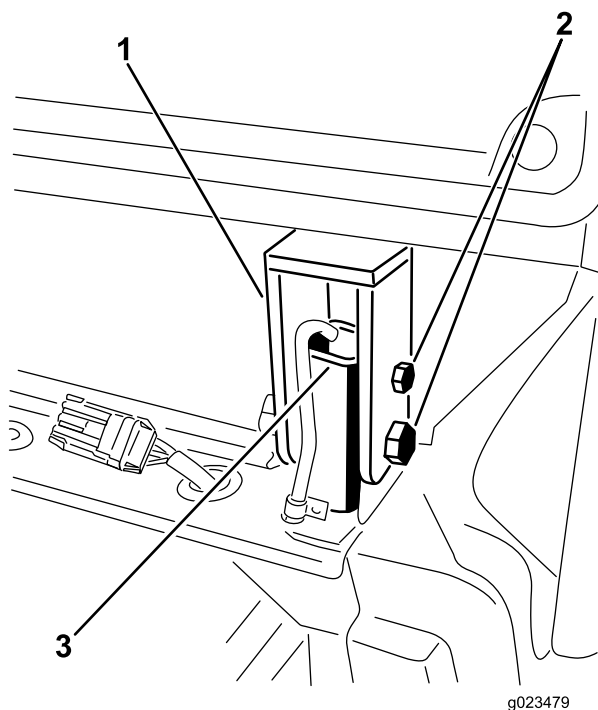

Figura 26
14. Apriete los pernos y las tuercas que sujetan los montajes traseros de la cabina a los postes del ROPS (Figura 26).